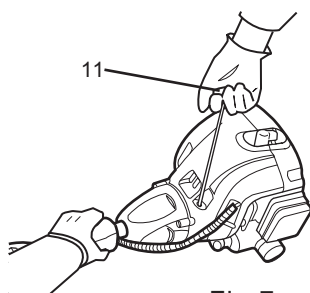

Fig.7
- > La poignée du lanceur à rappel (11) se trouve à l'avant du moteur.
- > Tirez sur cette poignée (11) pour lancer le moteur (fig. 7).